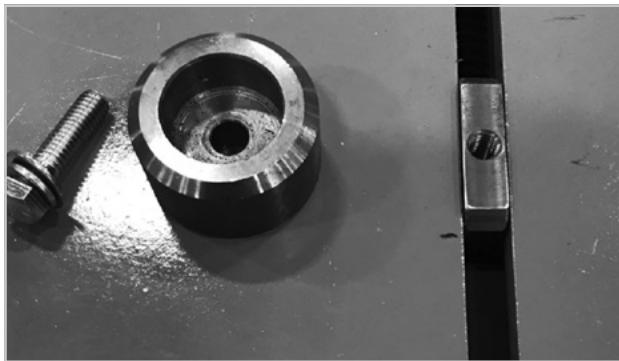

Figure 71
1. Enlever le boulon hexagonal 3/8" dans la rondelle avec une douille 9/16" (Figure 71)